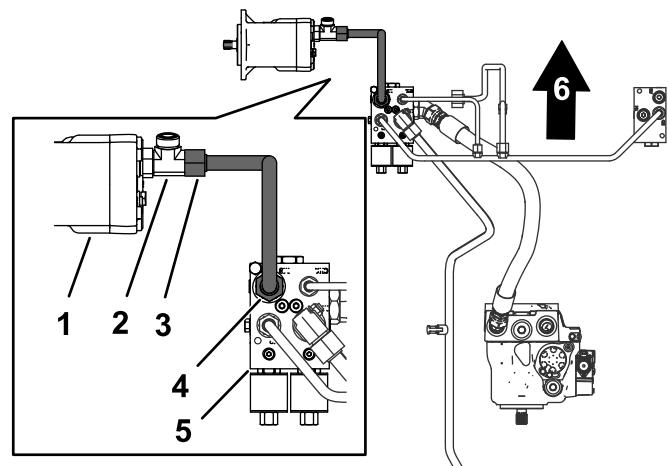

Рисунок 11
1. Совместите гайки трубы тягового двигателя со штуцерами тягового двигателя и коллектора делителя потока (Рисунок 11).